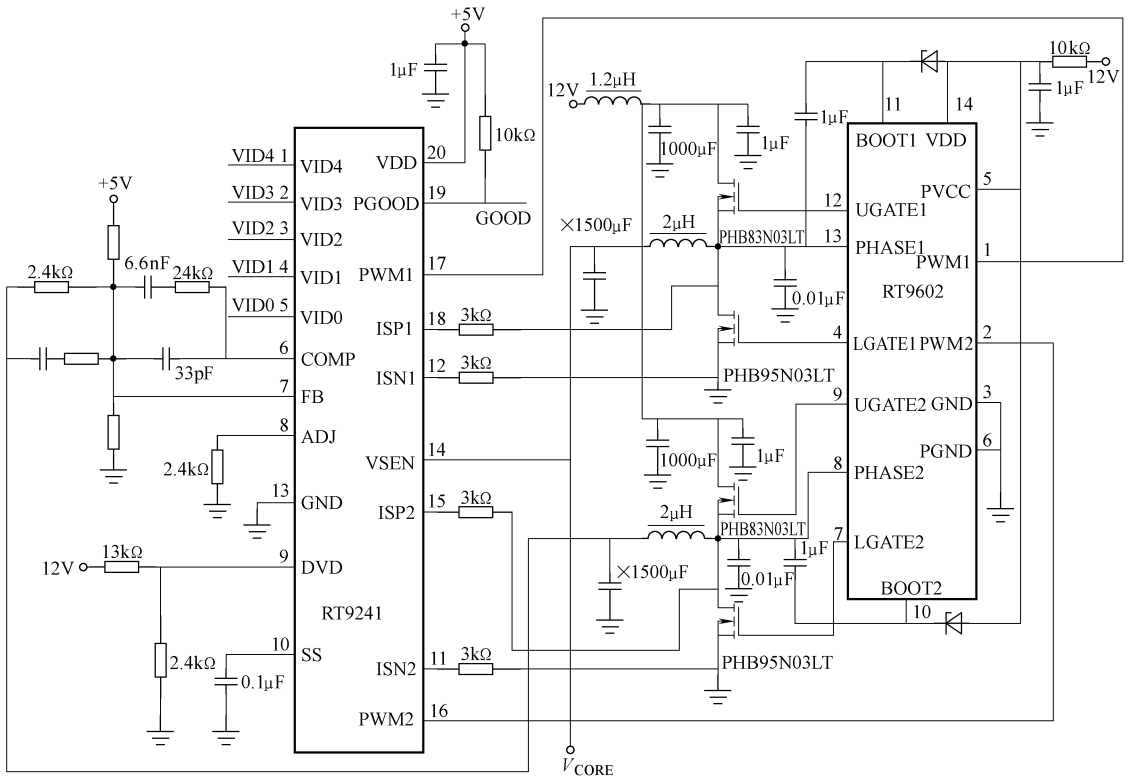

图 6-4 该主板两相供电电路原理图
2) 该主板主供电为两相供电，电源 IC 为 RT9241，它与 RT9602 驱动 IC 组成主供电电路。RT9602 同时驱动两组场效应晶体管 PHB83N03LT 和 PH95N03LT 工作。其供电原理如图 6-4 所示。